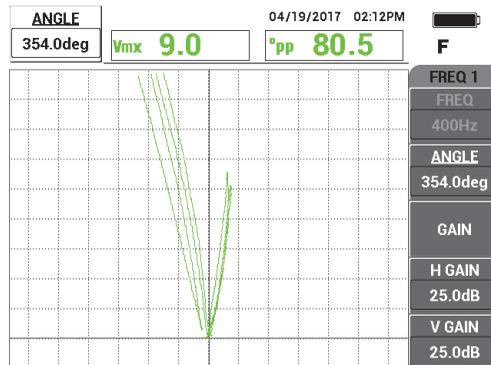

Рис. 5-214 Настройка фазы сигнала
3. Нажмите клавишу **ANGLE** () , затем поворачивайте сигнал, пока выемки НД не будут разделены вертикальным перекрестием (см. Рис. 5-214 на стр. 294).